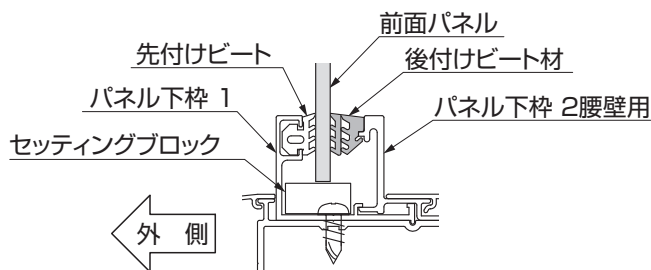

図8-2 A部詳細図
- 後付けビート材には、取付ける向きがあります。(図8-2参照)